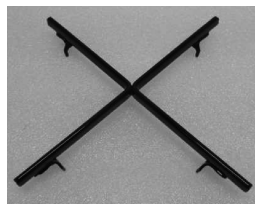

AFB. 1
De knop die overeenkomt met de gewenste brander indrukken en rechtsom draaien totdat het de volledige stand van vol bereikt  (positie 9, afb. 1), daarna de knop ingedrukt houden, de kraan is uitgerust met een schaalverdeling van 9 posities, bij elke klik wordt de vlam gereduceerd, totdat de positie 1, d.w.z. de minimale gastoevoer, is bereikt.
De knoppen van de branders die zijn voorzien van een vlambeveiliging moeten rechtsom worden gedraaid, totdat de volledige stand (positie 9, afb. 1) is bereikt en tot stilstand is gekomen. Nu de knop in kwestie ingedrukt houden en de eerder aangegeven handelingen herhalen.
- Wanneer de pan begint te koken de knop in de verlaagde stand zetten (stand 1, afb. 1).
- **branders met vlambeveiliging mogen alleen worden ontstoken wanneer de bijbehorende knop op volledige stand is ingesteld (stand 9, afb. 1).**